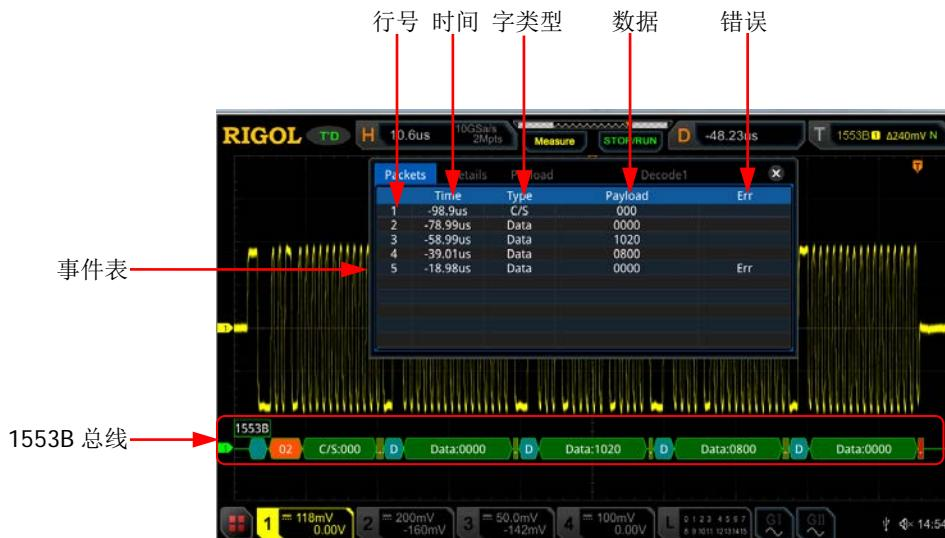

图 11-15 1553B 解码事件表
- 打开或关闭事件表：连续按 **事件表** 键，打开或关闭事件表显示。打开事件表，屏幕弹出如图 11-15 所示的事件表。您也可以用触摸屏功能触摸事件表右上方的图标 关闭事件表功能。另外，当运行状态为“STOP”时，您还可以旋转多功能旋钮 选择指定行并查看相应的解码信息。